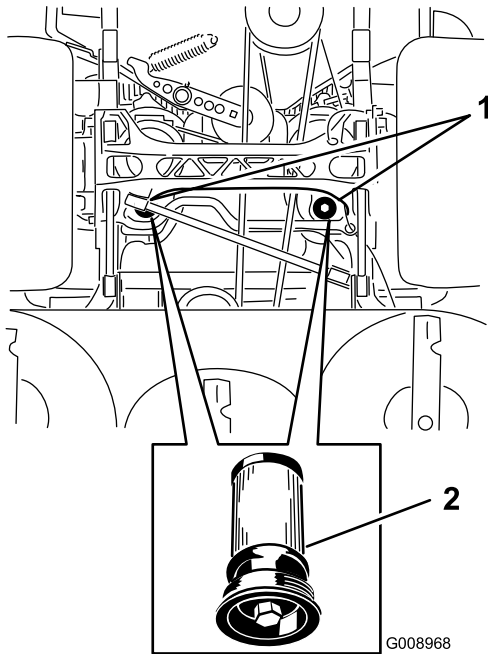

Figura 96
5. Coloque un recipiente debajo del filtro, retire el filtro usado y limpie la superficie (Figura 96).
6. Aplique una capa fina de fluido hidráulico a la junta de goma del filtro nuevo (Figura 96).